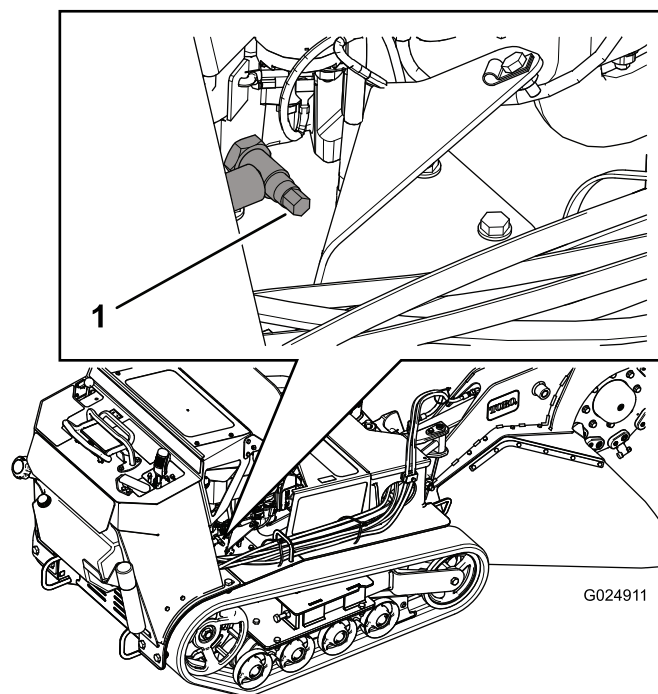
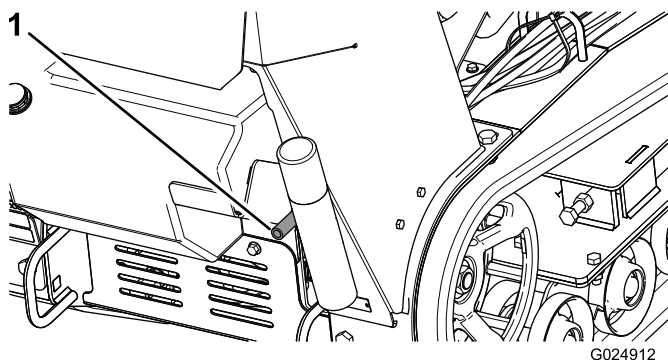

Figura 32
Figura 33
4. Collocate una bacinella sotto il tubo di spurgo. Girate la valvola di spurgo dell'olio per lasciar defluire l'olio (Figura 32 e Figura 33).